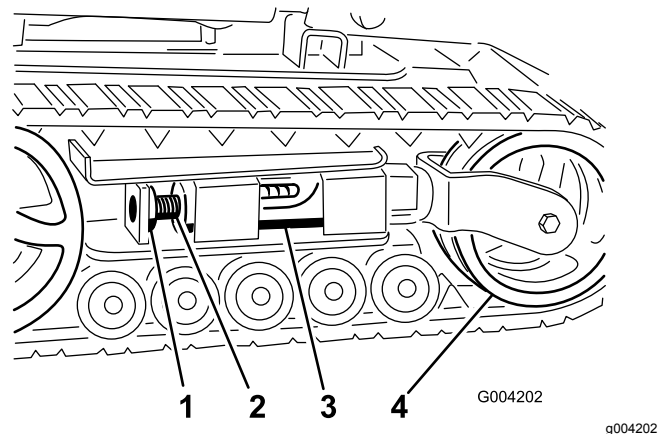
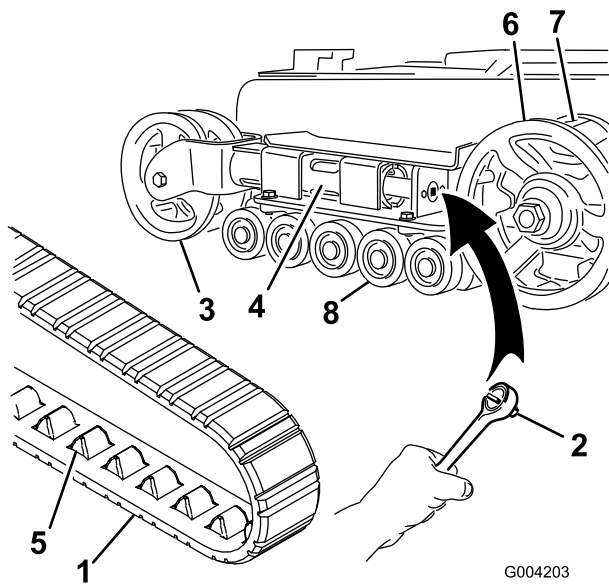
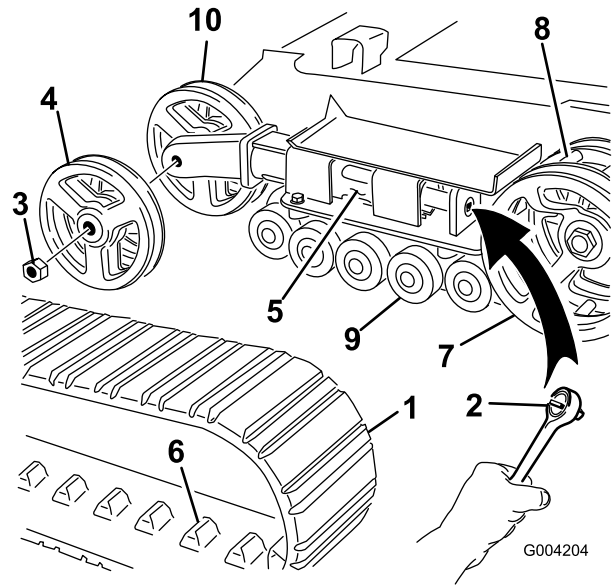

Figura 45
Figura 46
Figura 47
4. Togliete il bullone di bloccaggio e il dado (Figura 45).
6. Allineare l'intaglio più vicino della vite di tensione al foro del bullone di bloccaggio e fissare la vite con il bullone di bloccaggio e il dado (Figura 45).
Nota: Avete cingoli a larghezza ridotta se le ruote di tensione anteriori sono montate all'interno di una forcella all'estremità del tubo di tensione (Figura 46).
4. Togliere il bullone di bloccaggio e il dado (Figura 45).
5. Utilizzando un cricchetto di trasmissione da ½", rilasciate la tensione di trasmissione ruotando la vite di tensione in senso orario (Figura 45 e Figura 46).
6. Spingere la ruota di tensione verso il retro dell'unità in modo da spostare il tubo di tensione contro il telaio (Figura 46).
8. Quando il cingolo è staccato dalla ruota di tensione, rimuovetelo dai denti di trasmissione e dalle ruote non motrici (Figura 46).
9. Avvolgete il nuovo cingolo iniziando dalla ruota conduttrice e controllando che i denti del cingolo si alloggino tra i distanziali della ruota stessa (Figura 46).
10. Spingere il cingolo sotto e tra le ruote non motrici (Figura 46).
Nota: Avete cingoli a larghezza ridotta se le ruote di tensione anteriori sono montate sui lati dell'estremità del tubo di tensione (Figura 47).
5. Utilizzando un cricchetto di trasmissione da 1/2", rilasciate la tensione di trasmissione ruotando la vite di tensione in senso orario (Figura 45 e Figura 47).
6. Spingere la ruota di tensione verso il retro dell'unità in modo da spostare il tubo di tensione contro il telaio (Figura 47).
7. Togliere il dado di fissaggio della ruota di tensione esterna e rimuovere la ruota (Figura 47).
8. Togliere il cingolo (Figura 47).
9. Togliere il dado di fissaggio della ruota di tensione interna e rimuovere la ruota (Figura 47).
13. Montare la ruota di tensione interna e fissarla con il dado tolto in precedenza (Figura 47).
15. Montare il nuovo cingolo, accertandosi che gli attacchi del cingolo si inseriscano tra i denti al centro della ruota conduttrice (Figura 47).
16. Montare la ruota di tensione esterna e fissarla con il dado tolto in precedenza (Figura 47).
6. Collocare il tappo ingrassato della ruota non motrice sulla testa del bullone (Figura 46).
7. Fissare il tappo della ruota con l'anello elastico (Figura 46).